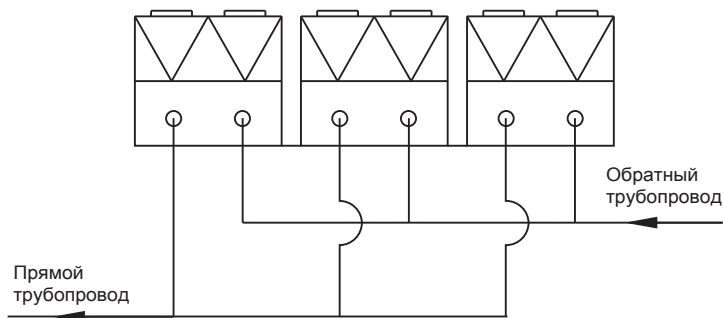

Рис. 6.8. Подключение чиллеров к трубопроводу хладоносителя
16. При работе нескольких чиллеров параллельно в одной системе холодоснабжения подключение чиллеров к трубопроводам прямой и обратной воды рекомендуется проводить согласно рис. 6.8 для обеспечения равномерной подачи хладоносителя в каждый из чиллеров.